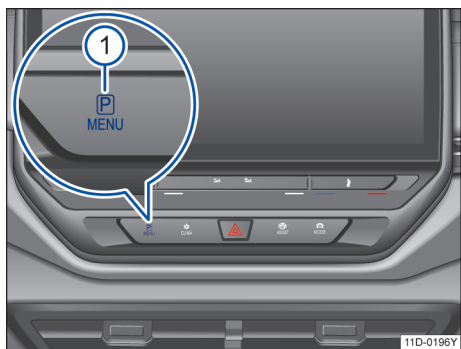

图 112 中控台操作区的按钮
– 或：点击中控台操作区的按钮  → 图 112 .
- 或：点击中控台操作区的按钮  → 图 112 .